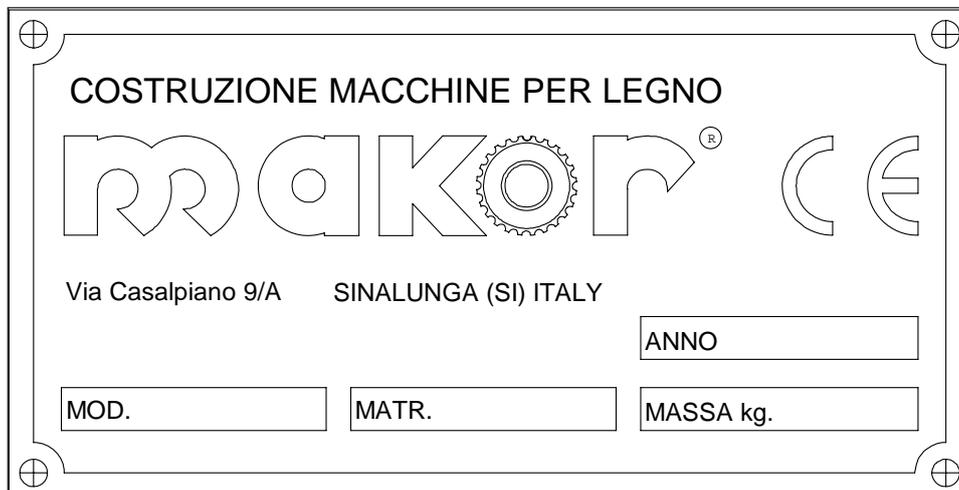

Fig.2.1
La targhetta metallica (Fig.2.1) riporta in modo leggibile ed indelebile le seguenti indicazioni:
**In caso di eventuali difficoltà o problemi si prega di contattare la nostra assistenza tecnica (☎ 0577 634011 ✉ 0577 634030) specificando i dati di Fig.2.1:**